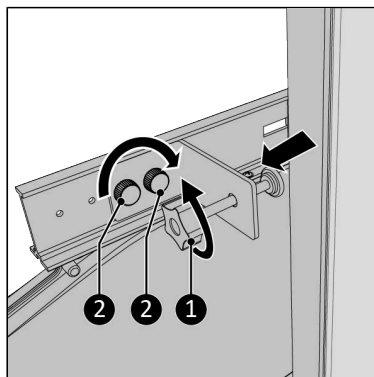

Figura 73.
13. Înșurubați complet șurubul de fixare (Figura 73, nt. 1).
15. Înșurubați suportul de fixare pe șina principală folosind cele două șuruburi cu buton (Figura 73, nt. 2).